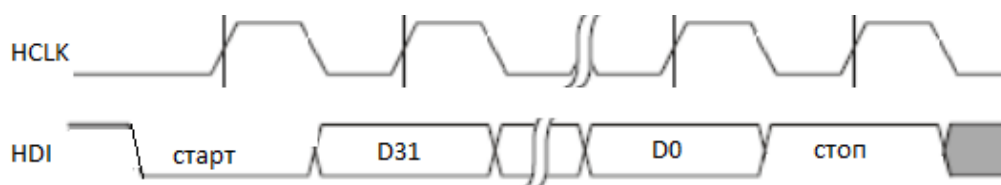

Рисунок 67 – Прием информации контроллером интерфейса
- Обмен всегда осуществляется 32-разрядными словами. Одна посылка состоит, как минимум из 34 бит: старт бит (0), 32 бита данных (старший бит первый) и стоп-бит (значение 1). Пример передачи данных приведен ниже (Рисунок 67).